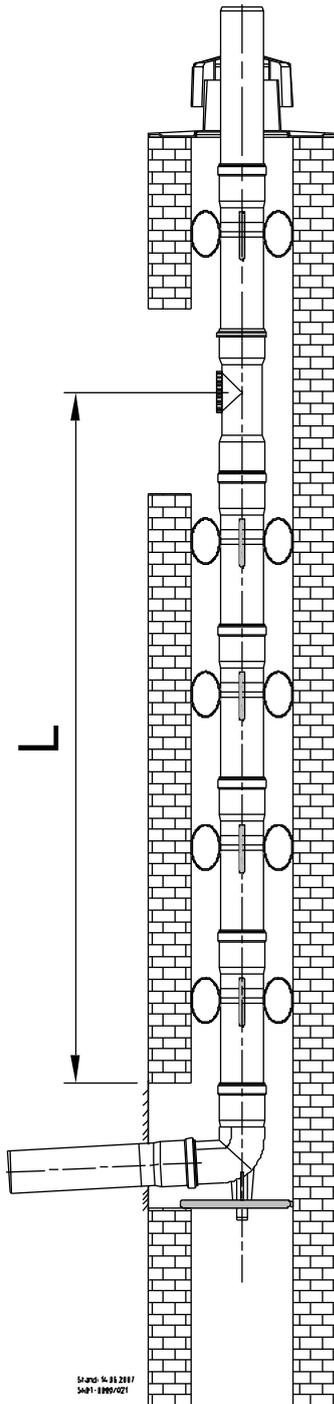

Abb. 35: Kaminsystem, starr, zur Ermittlung von Abstandsmaß L
- ➔ Ermitteln Sie das Maß L (s. Abb. 35) zwischen Stützbogen und Revisionsstück.